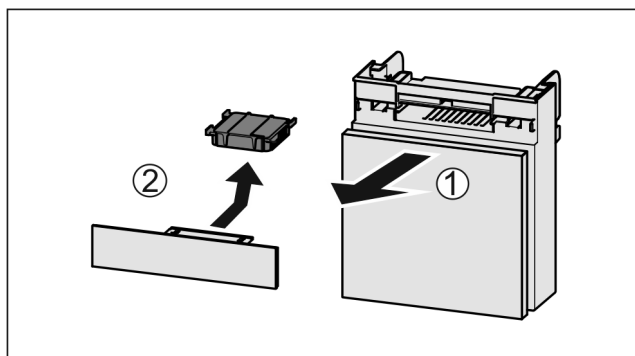

Fig. 44
- ▶ Fach nach vorne herausziehen Fig. 44 (1).
- ▶ Aktivkohlefilter entnehmen Fig. 44 (2).